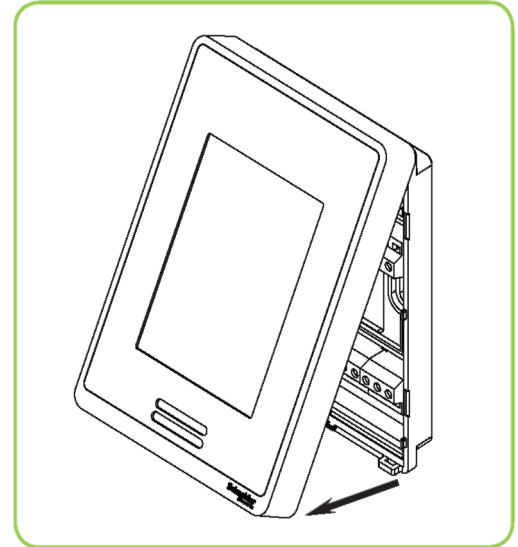

Рисунок 1. Открытие крышки
- Снимите лицевую панель контроллера, потянув за ее нижнюю часть (рис. 1).